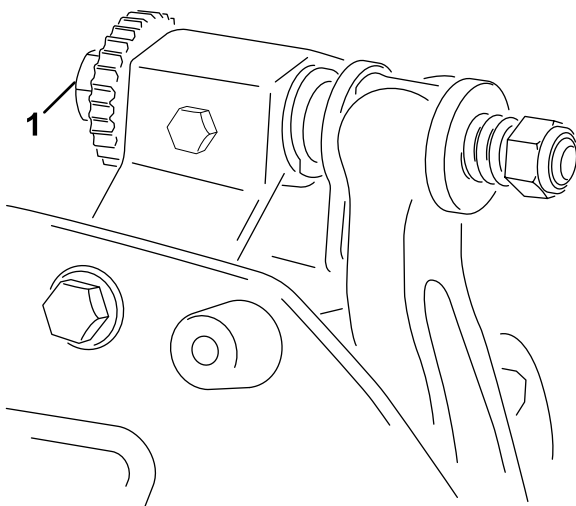

Bild 6
- A. Drehen Sie die Einstellschrauben des Untermesserträgers um jeweils eine Kerbe nach rechts, bis Sie leichten Kontakt spüren und hören (Bild 6).
6. Drehen Sie die Einstellschraube des rechten Untermesserträgers (Bild 6), bis Sie einen